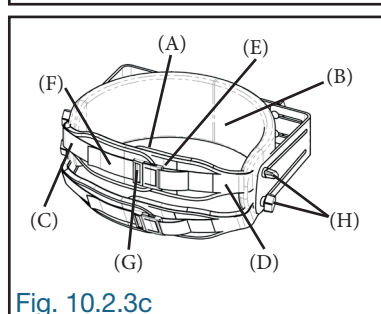

Fig. 10.2.3c
La ceinture (A) de la butée des hanches (B) doit être ajustée et serrée au corps de l'utilisateur de façon à bien le maintenir en place. Premièrement, rabattre la demi-ceinture (C) sur l'autre demi-ceinture avec bande auto-agrippante (D) de façon à couvrir au moins la moitié de la bande auto-agrippante (E) de la demi-ceinture (C). Deuxièmement, ajuster la longueur de la sangle (F) en la glissant sur la boucle (G) jusqu'à la longueur requise puis bien attacher la boucle (G). Au besoin, desserrer légèrement les boutons de blocage (H) de chaque côté de la butée (B) pour agrandir ou serrer la ceinture (A) sur les hanches de l'utilisateur et bien resserrer les boutons de blocage (H) (Fig. 10.2.3c).